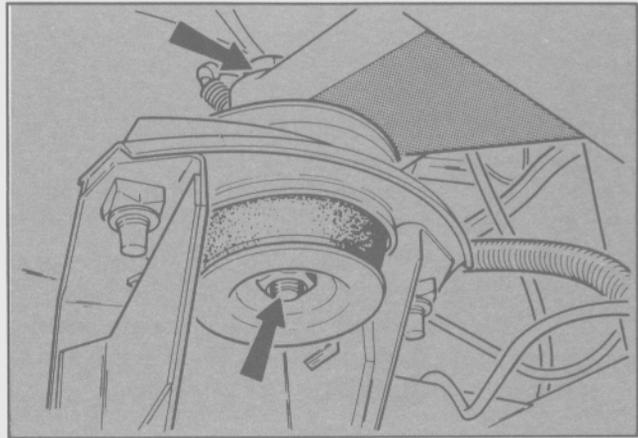

Fig. 64 - Desmontaje de los soportes delanteros
- Quitar los tornillos de los soportes delanteros del motor (Fig. 64).